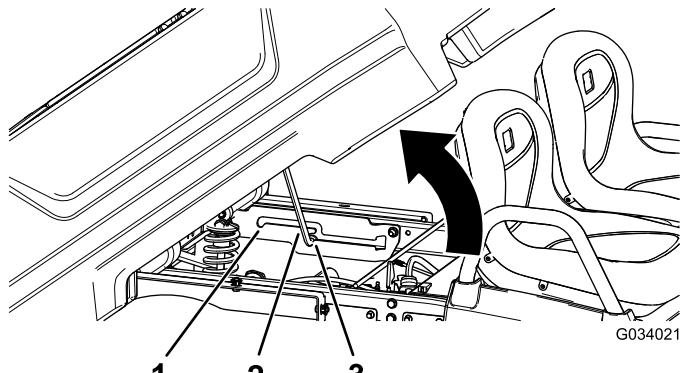

図 8
3. プロップロッドをダンプ位置の固定スロットにはめ込んで荷台を固定する図8。